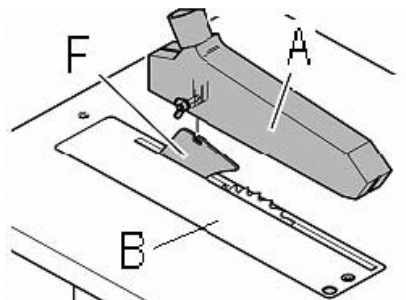

Rys. 15
Klin rozszczepiający musi być zawsze używany. Wyłączyć pilarkę i wyciągnąć wtyczkę z gniazdka. Zamocować klin (F, rys. 15) za pomocą nakrętki (U).